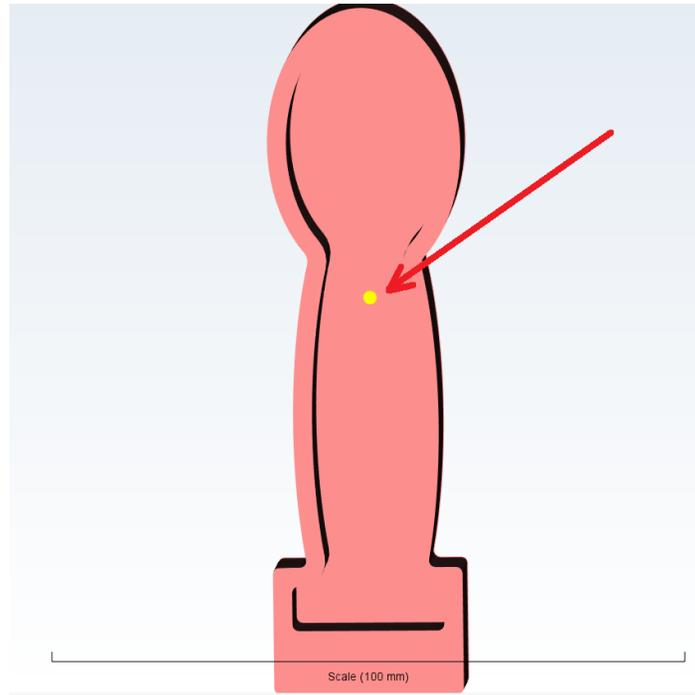

Figura 6.17 Posición del punto de inyección.
- Dar click en la pieza, en el lugar donde se sugirió colocar el punto de inyección al momento de realizar el análisis (Figura 6.17).